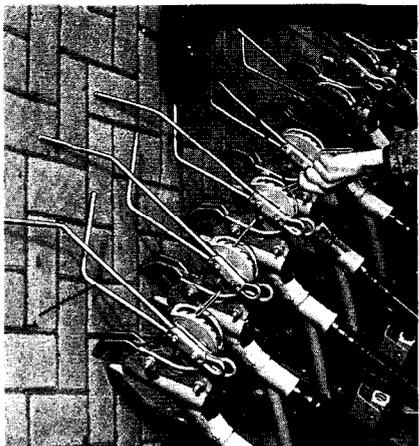

Fig. 91
Nach der Aussaat wird das Saatgut gleichmäßig vom Exaktstriegel mit Erde bedeckt. Der Exaktstriegel arbeitet ebenso wie die Rollschare auch beim Vorhandensein von viel organischer Masse absolut verstopfungsfrei. Streifenpacker-Drillmaschinen sind deshalb serienmäßig mit dem Exaktstriegel ausgerüstet. Bei Engsaat- und Rollschar-Drillmaschinen (EN, ER und SR) ist der Exaktstriegel (Fig. 87) mit Halterungen am Saatkasten befestigt. Alle anderen Drillmaschinen (SN) sind mit Einzelexaktstriegeln (Fig. 91) ausgerüstet, die direkt am Schar befestigt sind um die Hubkraft zum Anheben der Drillmaschine möglichst gering zu halten. Als Sonderzubehör kann auch der Exaktstriegel, mit Halterungen am Saatkasten, für Drillmaschinen (SN) geliefert werden.
Der Einzelexaktstriegel (Fig. 91/1) hat die gleichen hervorragenden Eigenschaften wie der Exaktstriegel. Das Saatgut wird gleichmäßig mit Erde bedeckt.
Montiert sind die Einzelexaktstriegel an den Scharen der hinteren Scharreihe. Jeder Einzelexaktstriegel ist mit einem Verstellsegment ausgerüstet. Der Striegeldruck ist an jedem Striegel mit einem Hebel (Fig. 91/2) einzustellen. Mit der Einstellhöhe des Hebels nimmt der Striegeldruck zu und kann so den Bodenverhältnissen angepaßt werden.